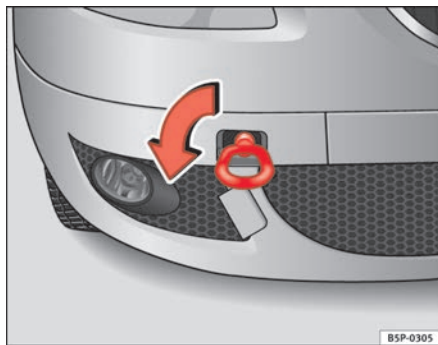
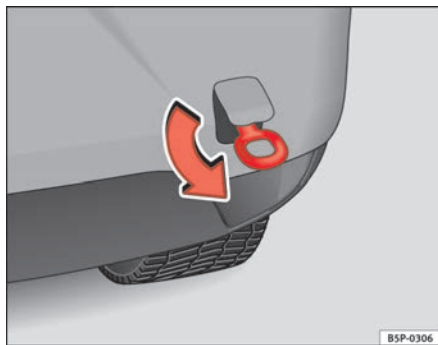

Fig. 204 Enroscar a argola de reboque na parte dianteira direita do veículo
Fig. 205 Enroscar a argola de reboque de trás
- Enroscar a argola de rebocagem no sentido da seta *para a esquerda*, até ao batente, à frente ⇒ fig. 204 ou atrás ⇒ fig. 205 no respectivo furo roscado. ■